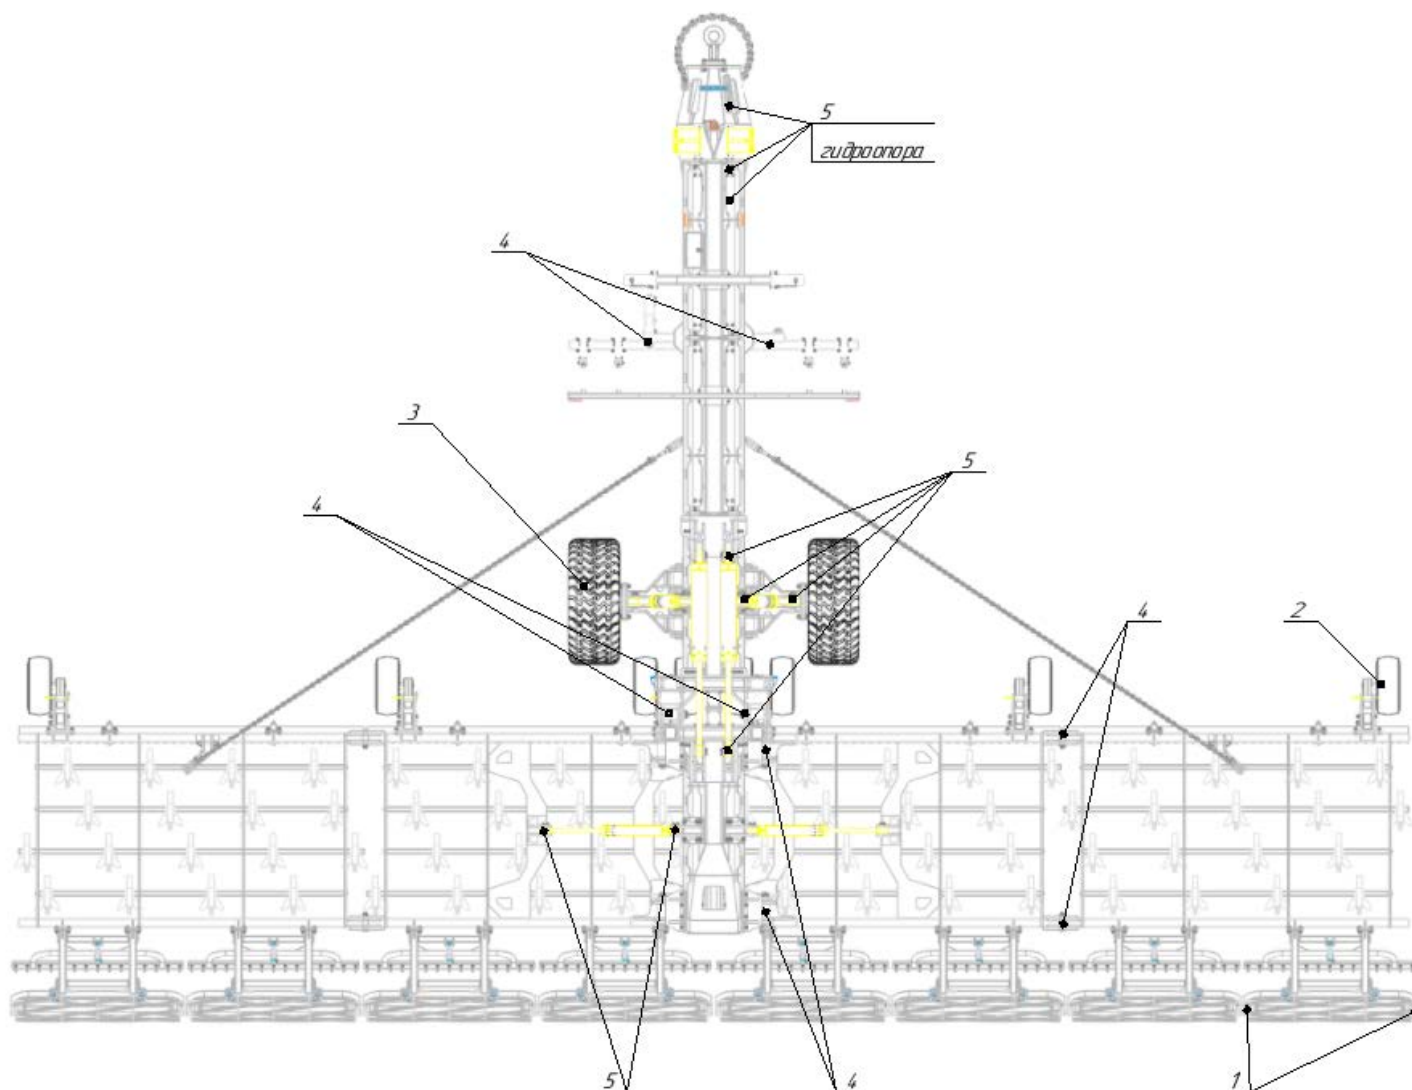

Рис.12 КБМ-12-4П-Г(Ш)1К-ВС Карта смазки.
- Смазать подшипники опорных, транспортных колес, борон роторных (катков), осевые соединения несущей рамы и боковых рам, осевые соединения гидроцилиндров согласно карте смазки, рис.12.